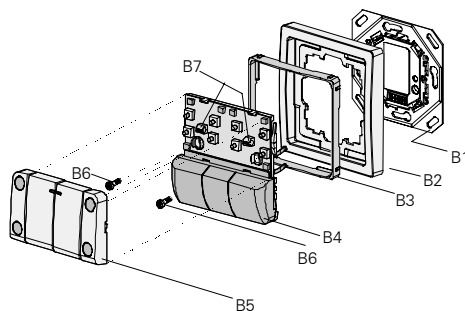

Bild 4: Montager Reihenfolge
- Stecken Sie das Tastermodul (B4/B5) gemeinsam mit den Rahmen (B2/B3) auf den Busankoppler (B1) und drücken es fest zusammen, Bild 4.